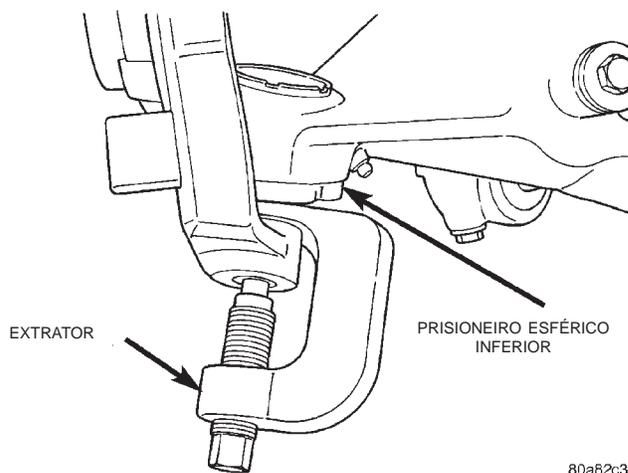

Fig. 9 Junta Esférica Inferior
(1) Levante e apoie o veículo.
(2) Remova o conjunto de roda e pneu.
(3) Remova o eixo de transmissão dianteiro. Consulte o Grupo 3, "Diferencial e Linha de Transmissão".
(4) Remova a barra de torção.
(5) Remova o parafuso inferior do amortecedor.
(6) Remova a barra estabilizadora.
(7) Remova o contrapino e a porca da junta esférica inferior. Separe a junta esférica da junção da direção com o Extrator C-4150A (Fig. 9).